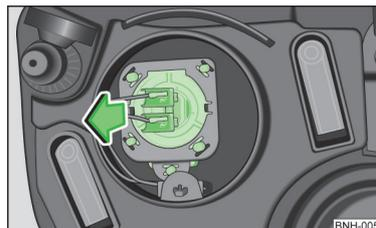

Fig. 150
- Estrarre la spina con la lampadina nella direzione indicata dalla freccia, senza movimenti bruschi » fig. 150.